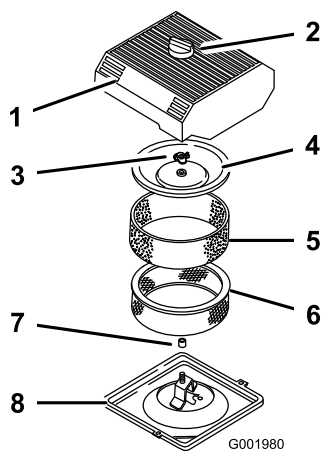

Figura 34
3. Para evitar qualquer dano, limpe à volta do filtro de ar para impedir a entrada de impurezas para o interior do motor (**Figura 34**).
- Desaperte o botão existente na parte superior do filtro de ar e retire a cobertura (Figura 34).
- Retire cuidadosamente o filtro de esponja, passando pelo filtro de papel (Figura 34).
- Desaparafuse a porca da cobertura e retire a cobertura e o filtro de papel (Figura 34).
- Coloque cuidadosamente o filtro de esponja, passando pelo filtro de papel (Figura 34).
- Coloque a porca da cobertura e aperte contra a cobertura (Figura 34).
- Coloque a cobertura do filtro de ar e o botão (Figura 34).